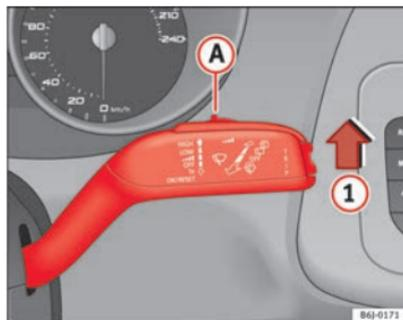

Fig. 64 Levier d'essuie-glace
- Placez le levier des essuie-glaces en position ① ⇒ fig. 64.